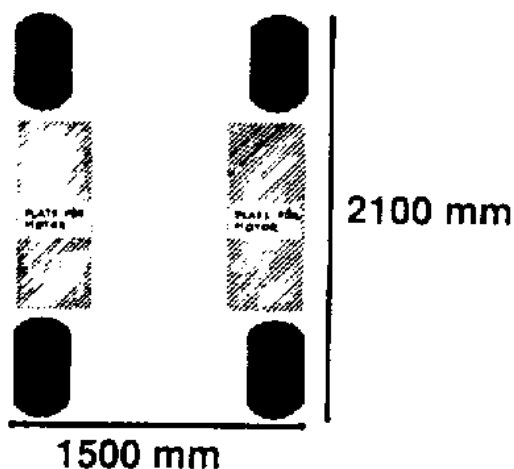

Fig. 6. Alternativ motorplacering (streckade fält). Max-mått bredd och längd
- Vevhuset, med växellådan integrerad, ska härstamma från en serietillverkad motorcykelmotor eller ATV och ska finnas att köpa i handeln. Ingen motor får vara nyare än det år som tävlingarna ingår i. Motorn ska placeras på höger eller vänster sida om föraren (se Fig. 6).